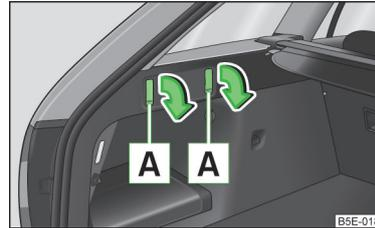

Abb. 84
- Auf den unteren Teil des Hakens **A** drücken und diesen in Pfeilrichtung nach unten klappen » Abb. 84.